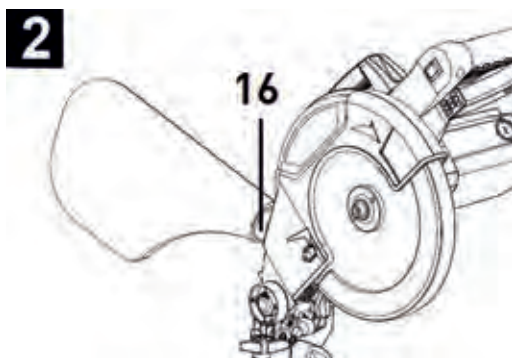

Рисунок 2
16. Адаптер подключения средства пылеудаления или пылесборного мешка (рис. 2)
3.4.2 Изделие снабжено адаптером для подключения пылесборника (16, рисунок 2) или средств пылеудаления (пылесоса) для сбора пыли.